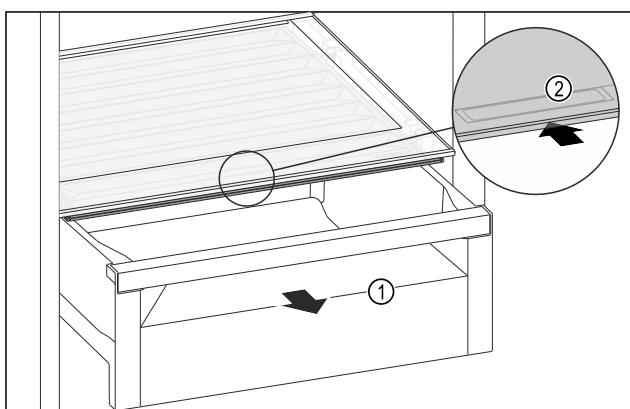

Fig. 111
- Izvucite ladicu Fig. 111 (1).
- Primitte ručku Fig. 111 (2) na poklopcu pretinca i istodobno povucite poklopac pretinca prema natrag.